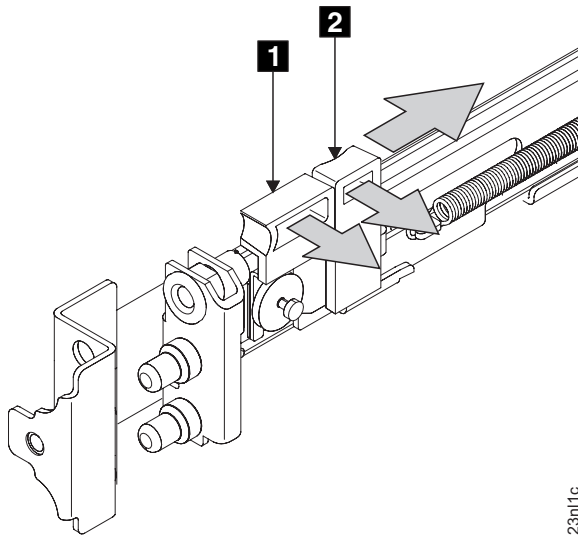

図 75. 前部ラッチ・ロック・キャリア・アセンブリーを開く
3. ラッチ・レバー **1** をレール (96 ページの図 75) の終端の方向に動かしながら、ラッチ・ロック **2** をレールから離れる方向に静かに押します。ラッチ・ロック・キャリア・アセンブリーが、ばねの強度でスライドします。